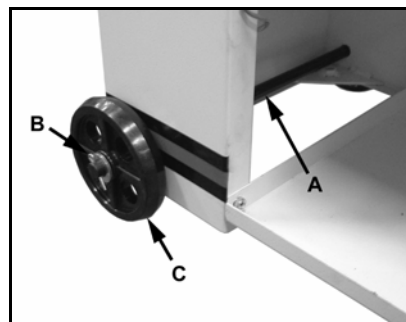

Fig 2
Schieben Sie die Radachsen (A, Fig 2) durch den Maschinenständer und montieren Sie jeweils ein Rad (B) bevor Sie mit Splintern (C) sichern.